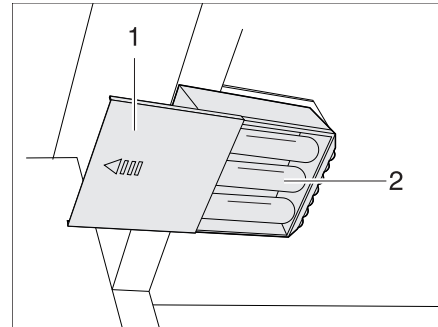

Bild 294 Kleiderschrankleuchte mit LED, Batteriefach geöffnet
- Die Batterien (Bild 294,2) dem Batteriehalter entnehmen.
- Neue Batterien (Bild 294,2) gleichen Typs polrichtig (+/-) einsetzen.
- Deckel (Bild 294,1) wieder aufschieben.